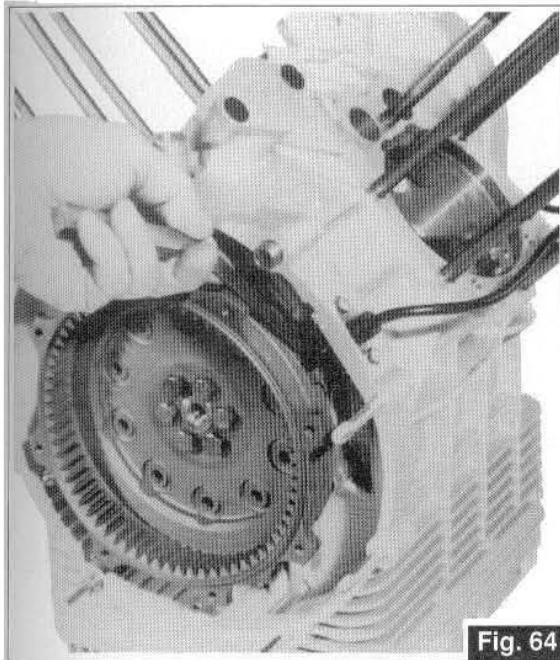

Fig. 64
- Vérifiez l'entrefer entre l'extrémité du capteur de phase et la surface des dents obtenues sur le volant moteur. Entrefer attendu  $0,3 \pm 0,8$  mm (Fig. 64).
- Überprüfen, ob der Luftspalt zwischen dem Phasensensor und der Oberfläche der auf dem Motorschwungrad herausgearbeiteten Zähne dem vorgesehenen von  $0,3 \pm 0,8$  mm (Abb. 64) entspricht.